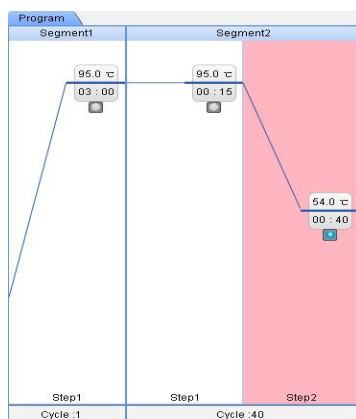

Fig 5-5
- ▶ **Setați detectarea fluorescenței:** Dacă aveți nevoie de un pas pentru detectarea fluorescenței, faceți clic pe casetă  și apoi pictograma devine albastră , arătând că „achiziția” fluorescenței va fi efectuată la curent pas. Un program termic comun este prezentat mai jos (Fig 5-5).